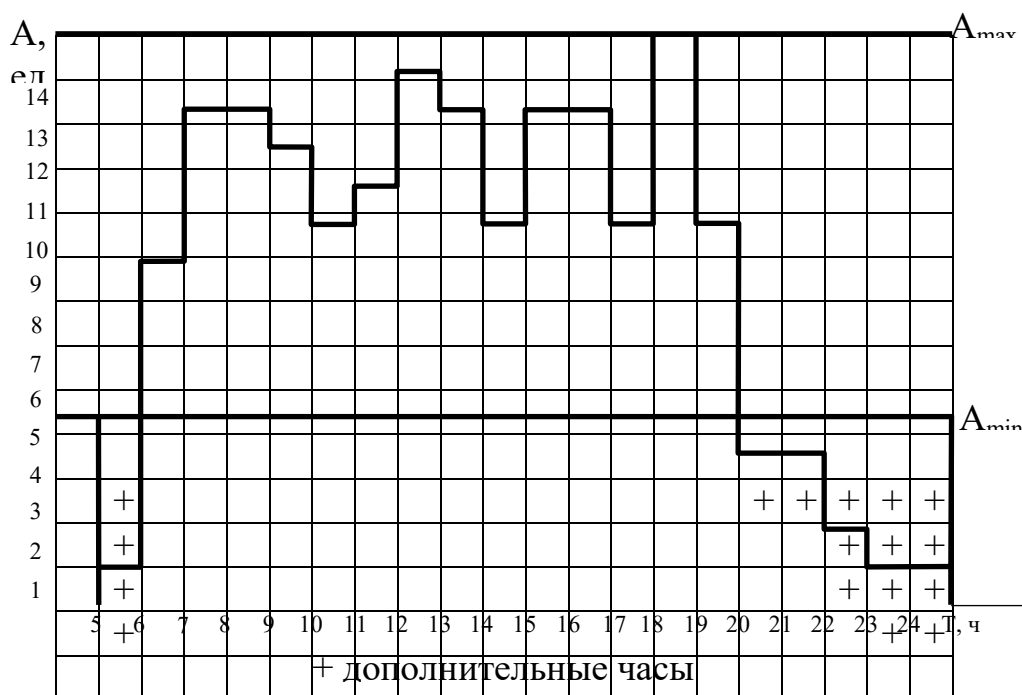

Рис. 4. Диаграмма необходимого количества автобусов по часам суток
Необходимое количество ПС на маршруте по часам суток может быть определено по формуле (12). Результаты расчетов по рассматриваемому примеру, представленные в таблице, используются для построения диаграммы распределения потребности в ПС на маршруте по часам суток (см. рис. 4). По оси абсцисс откладываются часы суток, а по оси ординат – необходимое количество автобусов.
В том случае, если в не 30 часы необходимое количество автобусов меньше минимума, добавляем на диаграмме количество автобусов в 30 соответствующие часы суток до минимального (см. рис. 4). Для рассматриваемого примера: